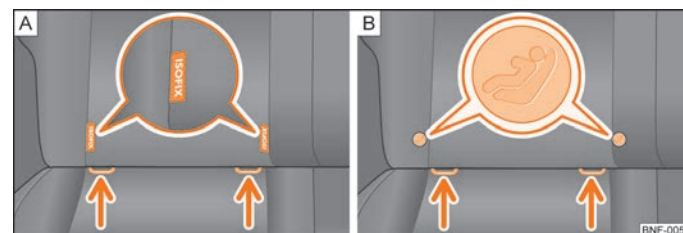

Fig. 83 Markeringsvarianter ved holderne til fastgørelse af børnesæder
- Mellem bagsæderyglænet og -hynden er der i hver side placeret til fastgørelse af et børnesæde med ISOFIX-system ⇒ Fig. 83.